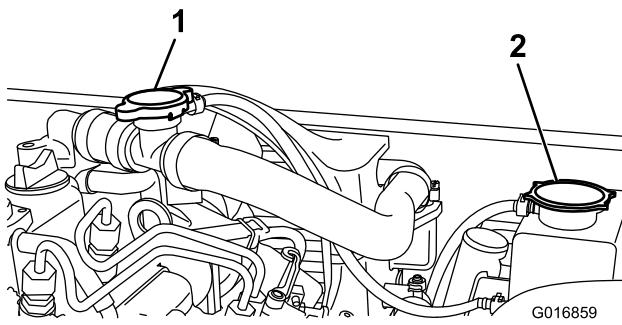

Figura 52
2. Togliete il tappo di rifornimento (Figura 52) e riempite con refrigerante.
3. Riposizionate il tappo di rifornimento e rimuovete tappo del serbatoio di troppopieno del radiatore (Figura 52).
2. Rimuovete il tappo dal serbatoio di troppopieno del radiatore (Figura 52).